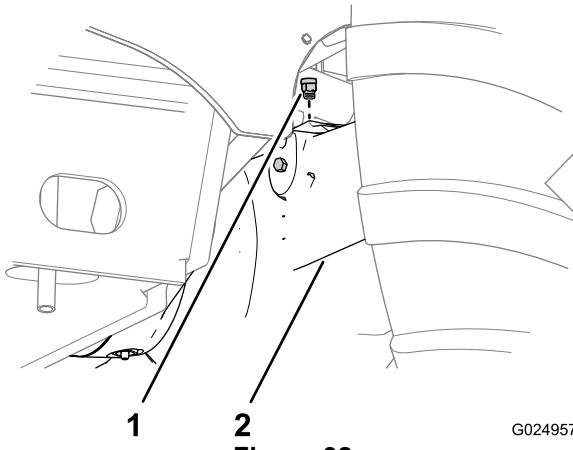
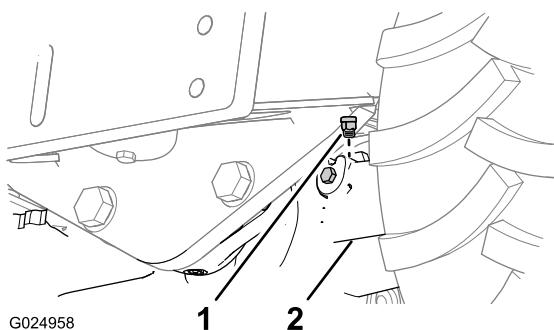

Figura 92
Figura 93
1. Limpe a área ao redor dos respiros com solvente de limpeza (Figura 92 e Figura 93).
2. Remova os respiros dos eixos dianteiro e traseiro (Figura 92 e Figura 93).
5. Instale os respiros nos eixos dianteiro e traseiro (Figura 92 e Figura 93).